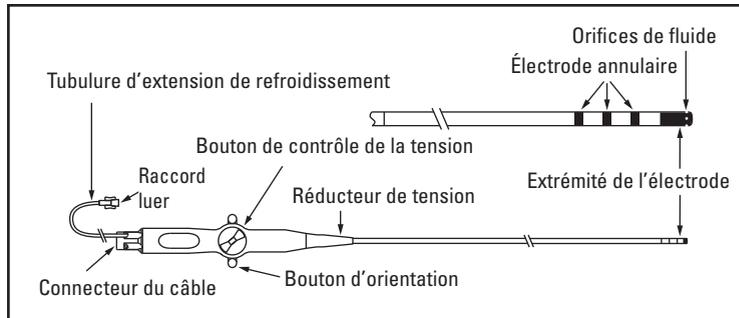

Figure 1. Cathéter d'ablation à irrigation ouverte Blazer
Le cathéter d'ablation à irrigation ouverte Blazer (figure 1) est un cathéter d'ablation à irrigation ouverte quadripolaire de 7,5 F (2,5 mm) conçu pour délivrer une énergie de radiofréquence (RF) à l'électrode de l'extrémité du cathéter de 4 mm pour l'ablation cardiaque. Le dispositif est conçu pour être utilisé avec un câble modèle 691 de BSC, ainsi qu'avec le générateur de radiofréquence Stockert 70, la pompe d'irrigation Biosense Webster CoolFlow et le kit de tubulure d'irrigation Biosense Webster CoolFlow ou BSC (figure 2) ou un système de générateur et de pompe équivalent.